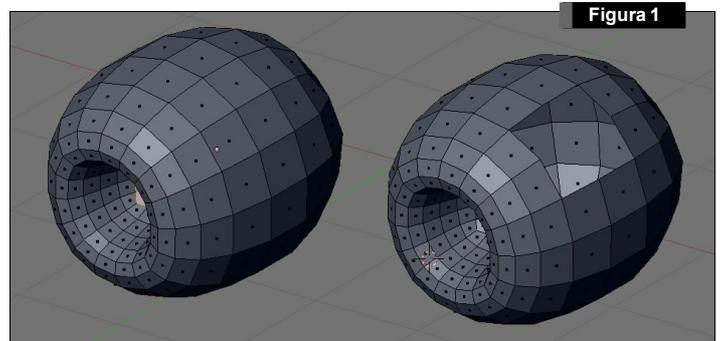

Figura 1
- **No hay huecos en el modelo.** Nuestro modelo puede estar formado por varios objetos individuales, pero todos deben ser perfectamente sólidos. Con esto nos referimos a que no se puede ver la cara interior de los triángulos. En la figura 1, el objeto de la izquierda es correcto, mientras que el de la derecha no lo es. En el caso de tener huecos en el modelo, podemos corregirlos en modo de edición de vértices, seleccionamos los vértices con los que queremos crear una nueva cara poligonal y pulsamos la tecla **F**. En la figura 2 podemos ver el modelo anterior corregido. Si los necesitamos, podemos añadir nuevos vértices en el modelo mediante **Ctrl** y el botón derecho del ratón.